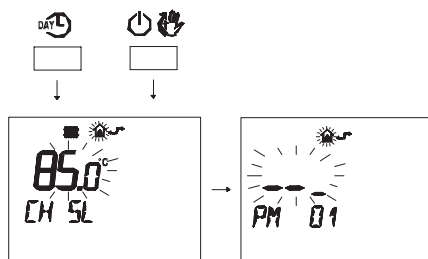

Figura 5.26
- Premere contemporaneamente i pulsanti e per entrare nella programmazione trasparente (Figura 5.26).